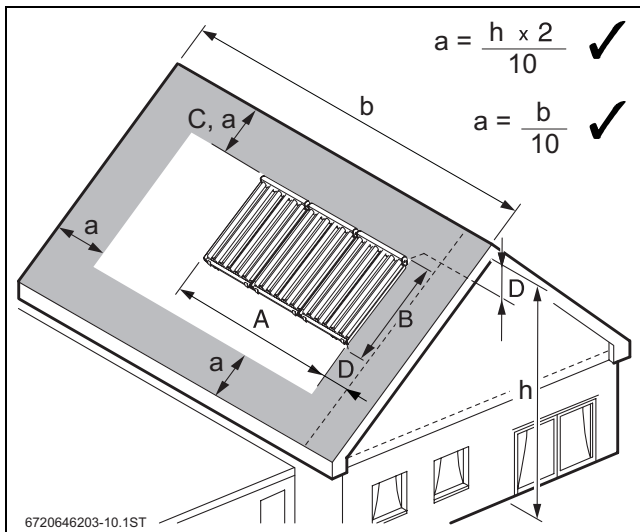
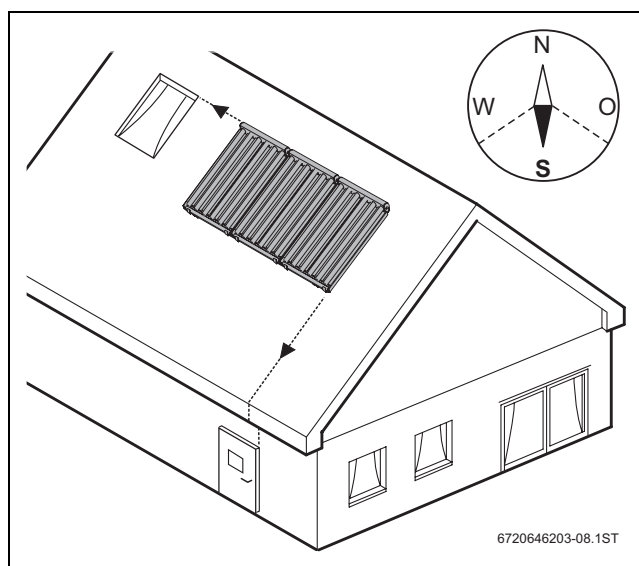

Fig. 9 Distanțele față de câmpul de panouri
Fig. 13 Dispunerea câmpului de panouri în funcție de forma clădirii
- Dispuneți panourile pe acoperiș într-un mod optim (→ Fig. 13). De exemplu, în așa fel încât câmpul de panouri să se alinieze cu ferestrele și ușile. În cazul acest trebuie să țineți însă cont de distanțele minime față de marginea acoperișului (→ Fig. 9).